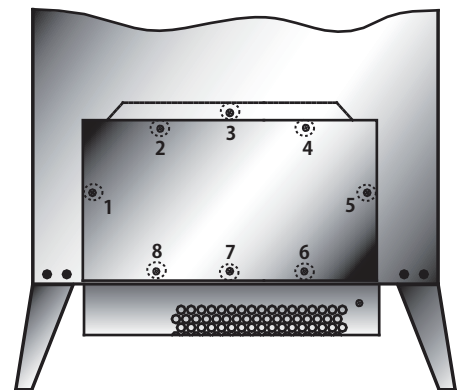

図1
- ① 「メインスイッチ」を切り、電源プラグをコンセントから抜きます。
- ② 本体背面にある(プラス)ネジ(銀色)を8ヶ所外します。(図1)